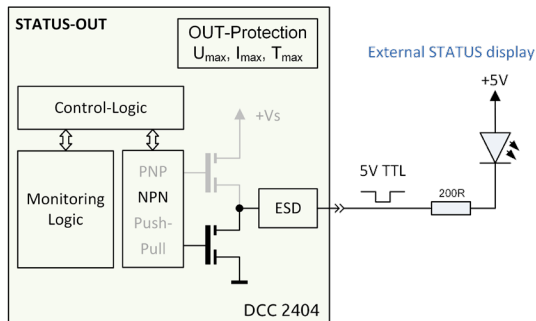

Abbildung 13: NPN Ausgang – L-aktives STATUS-OUT Signal / 5 V TTL
- **NPN** (siehe Abbildung 13)